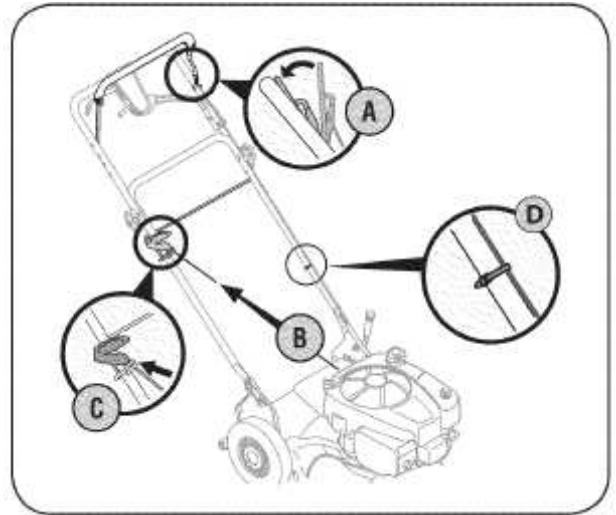

РИС. 3
3. Направляющая шнура, подсоединенного к опорному стержню, находится на правой стороне нижней части ручки (см. Рис. 3).